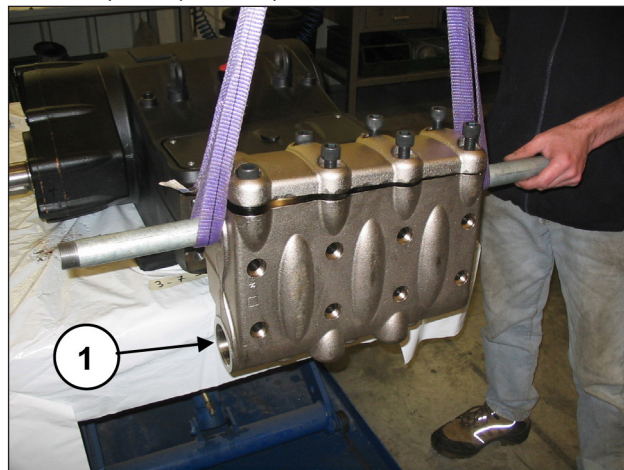
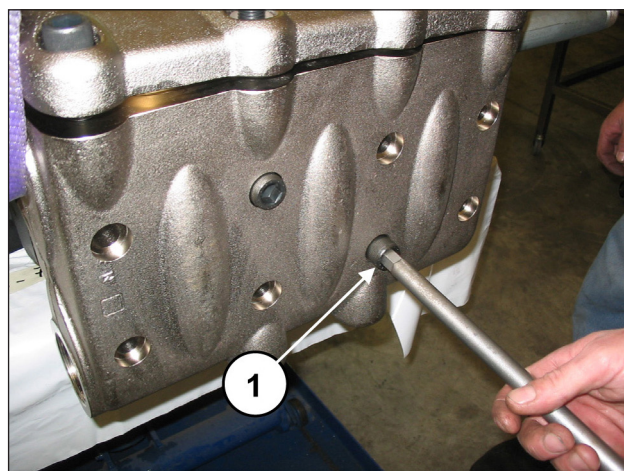

Рис. 117
Рис. 118
Установите головку на картер насоса (поз. ①, Рис. 117), следя за тем, чтобы не задеть поршни, и закрутите 8 винтов M16x180 (поз. ①, Рис. 118).
Затягивайте 8 винтов M16x180, начиная с 4 внутренних винтов перекрестным способом (см. Рис. 117), затем перейдите к 4 внешним винтам, также затягивая их крест-накрест.